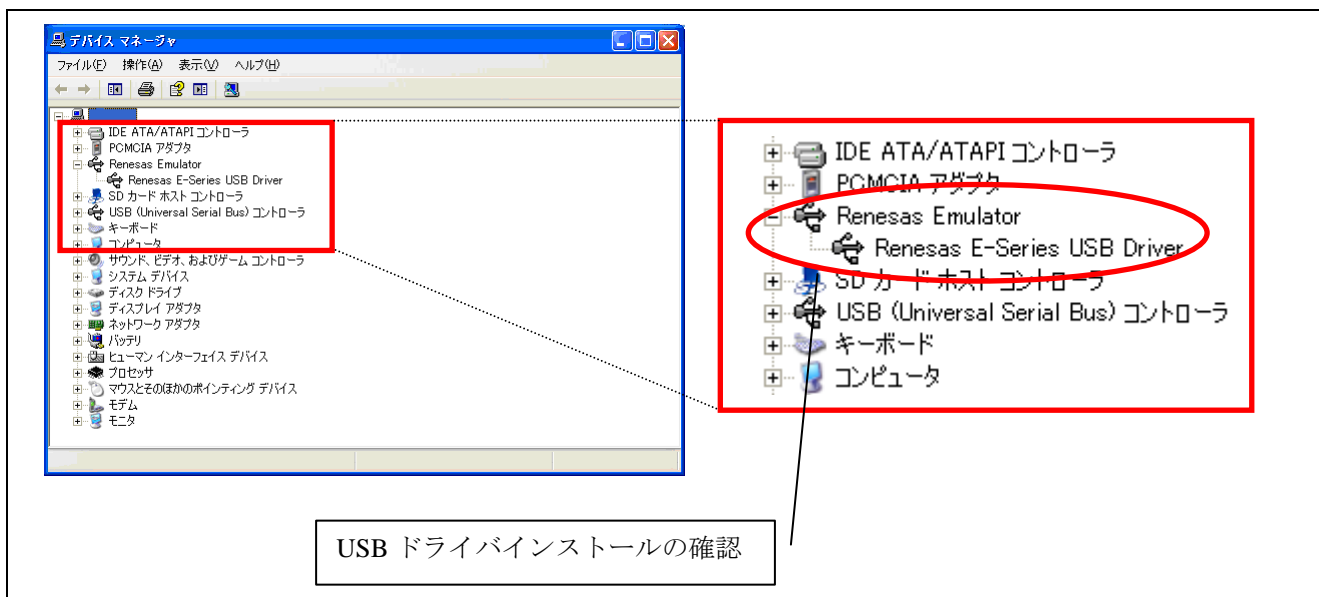

図 4.2 デバイスマネージャ画面
(3) 図 4.2のように【Renesas Emulator】カテゴリおよび【Renesas E-Series USB Driver】の項目があることを確認します。